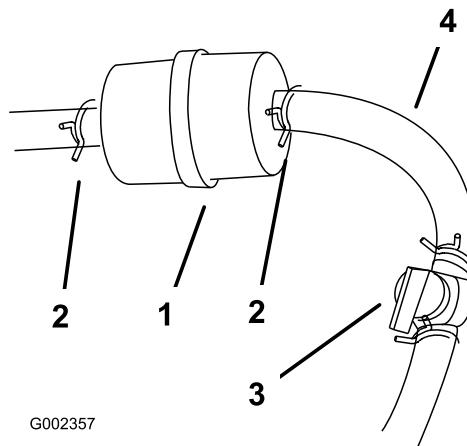

Figura 39
4. Cierre la válvula de cierre de combustible (Figura 39).
- 5. Apriete los extremos de las abrazaderas y deslícelas por el tubo alejándolas del filtro (Figura 39).
- 7. Instale un filtro nuevo y acerque las abrazaderas al filtro (Figura 39).
3. Cierre la válvula de cierre de combustible (Figura 39).
4. Afloje la abrazadera cerca del filtro de combustible y deslícela por el tubo, alejándola del filtro de combustible (Figura 39).
5. Desconecte el tubo de combustible del filtro de combustible (Figura 39).
Nota: Deje fluir la gasolina a una lata u otro recipiente apropiado (Figura 39).
7. Instale el tubo de combustible en el filtro de combustible. Acerque la abrazadera al filtro de combustible para fijar el tubo de combustible (Figura 39).